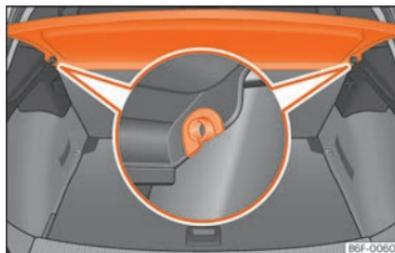

Fig. 144 En el maletero: desmontar y montar la bandeja.
- Desencaje la bandeja de los soportes laterales >>> fig. 144 tirando de ella hacia arriba y extraiga la bandeja.
- Introduzca la bandeja horizontalmente haciendo coincidir la "herradura" sobre el eje de los soportes >>> fig. 144, y presione hacia abajo hasta que encastre.